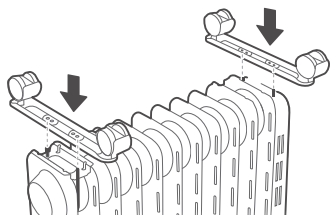

Figura 1
2. Come mostrato nella figura 1, allineare il foro di montaggio di un set di rotelle e installarlo sulla vite della piastra del cuscinetto della rotella all'estremità dell'aletta del radiatore e allineare l'altro gruppo di rotelle alle viti montate sul fondo del pannello di controllo.